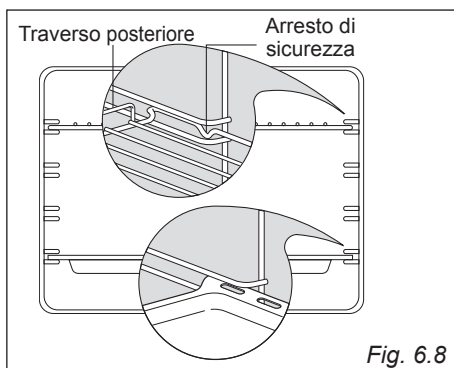

Fig. 6.8
- Infilare in mezzo alle guide dei telai laterali la griglia come in fig. 6.8.